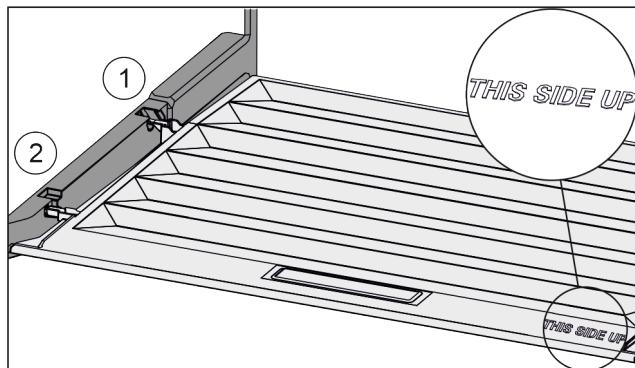

Fig. 92
- Вставити поперечні ребра через отвір заднього тримача Fig. 92 (1) і зафіксувати спереду у тримачі Fig. 92 (2).